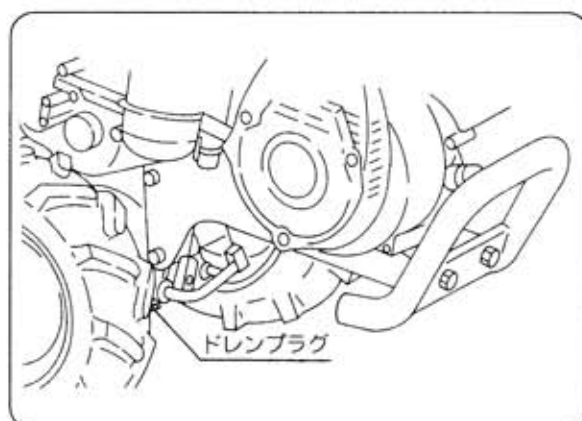
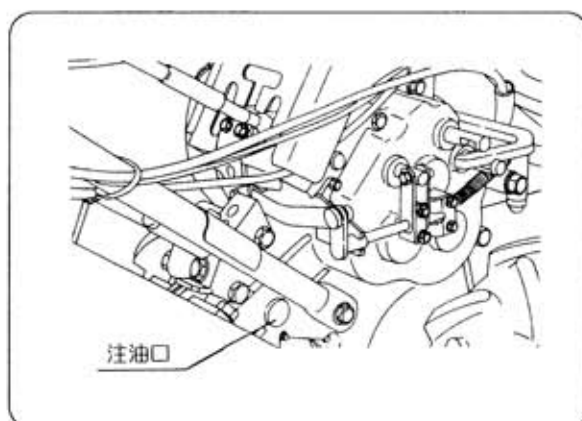

図43
図44
- ① 排油口のドレンプラグを外して、汚れたオイルを流し出してください。(図43)
- ② トランスミッションの注油口を外してください。(図44)
- ③ 汚れたオイルが完全に無くなったならドレンプラグを確実に締付けてください。(図43)
- ④ 機体を水平にしてください。
- ⑤ 注油口からミッションオイル、ギヤオイル90番をゆっくりと流し込んでください。(図44)
- ⑥ 注油栓を確実に挿入してください。(図44)